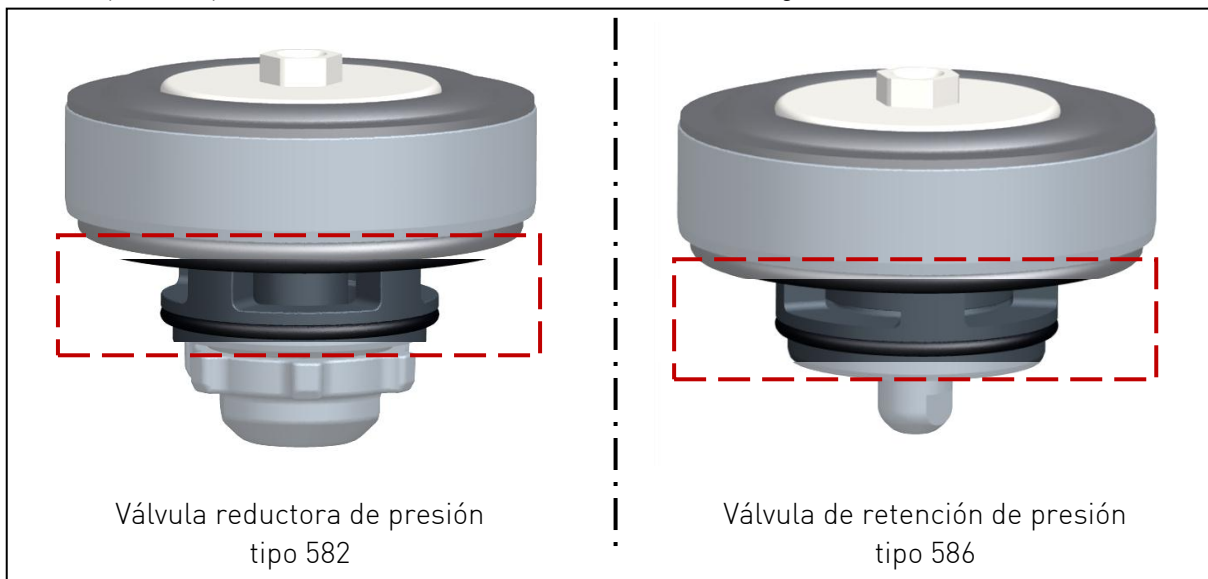

Fig. 17
- ▶ Limpiar las perforaciones de la carcasa interior, ver la fig. 17